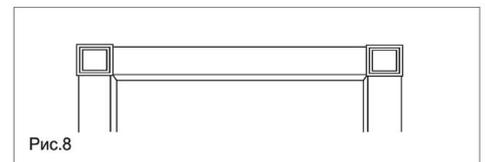

Рис.8
- С помощью шкантов установите верхние замки 100x100, соединив их с горизонтальными стойками **рис. 8**.